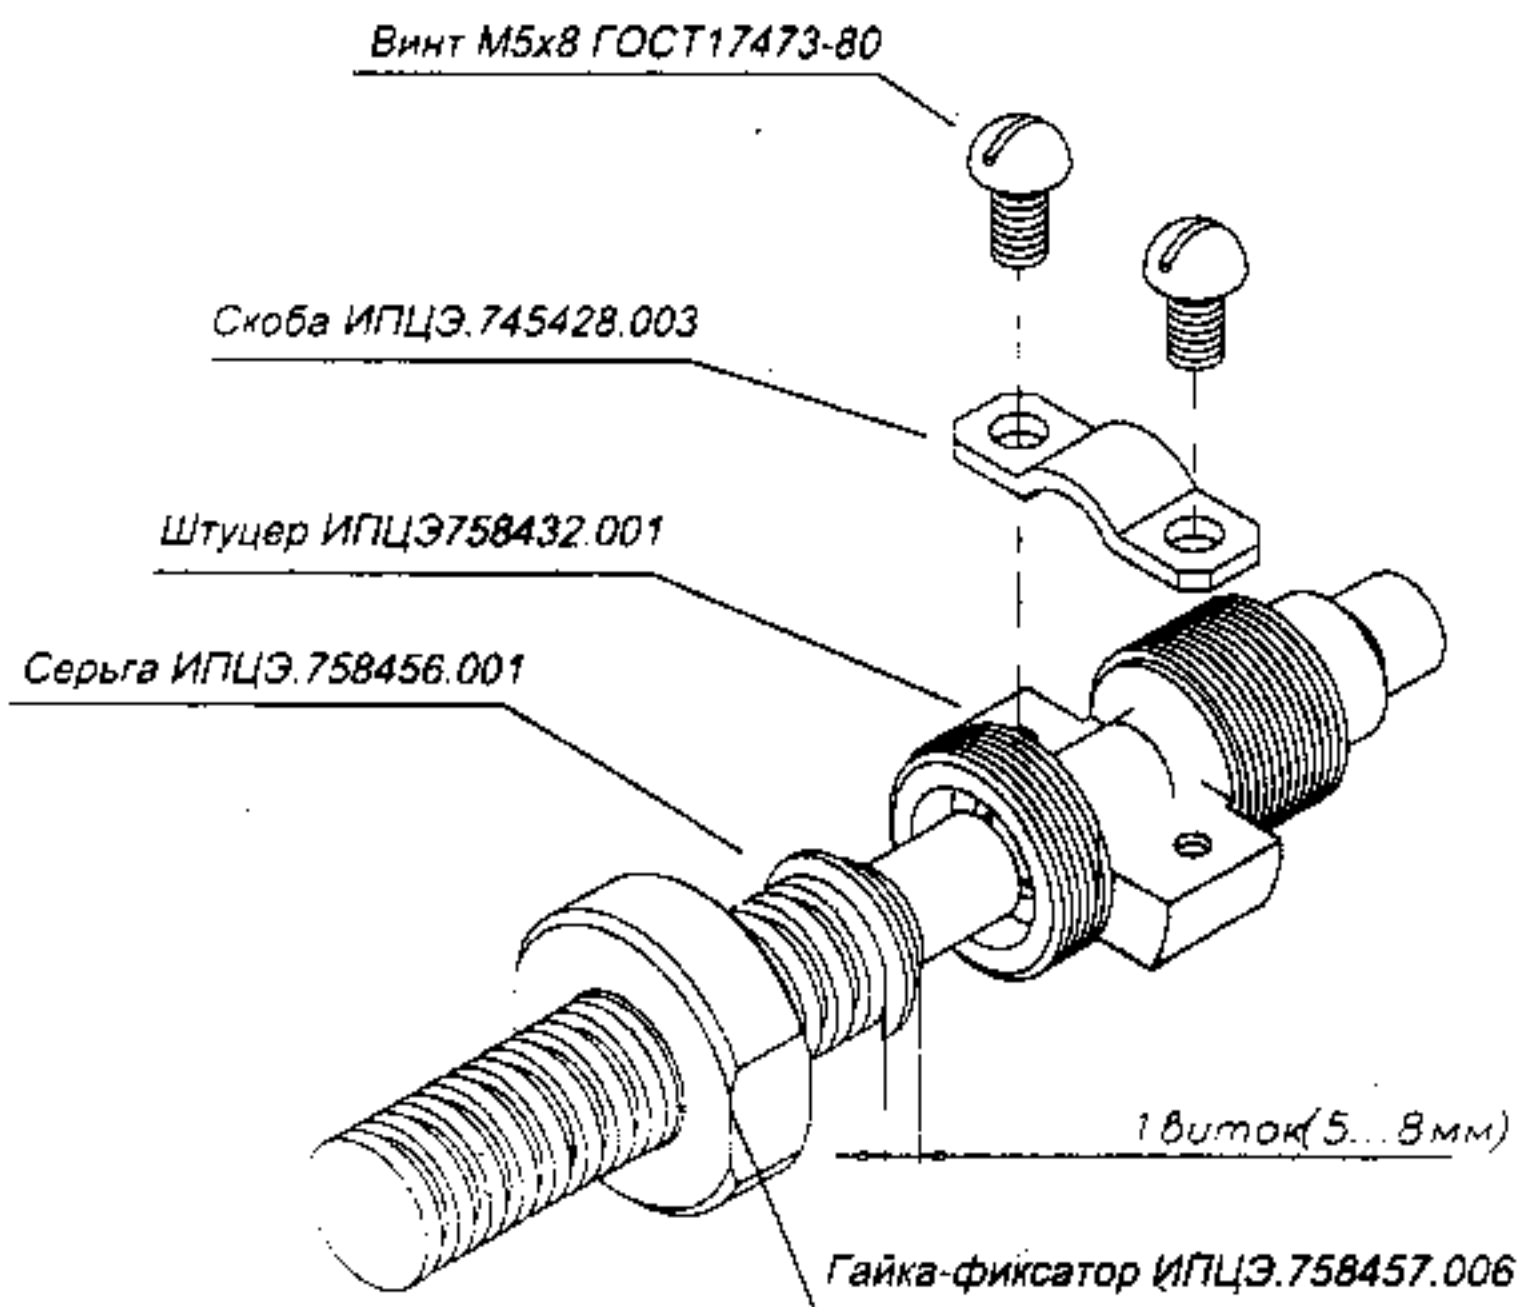

Рис. 10 Монтаж кабеля КВВГ 4х1,5
2.7.9 Скобой зафиксировать кабель на хвостовике штуцера ИПЦЭ.758432.002, заправить металлорукав в штуцер, надеть серьгу и закрутить гайку фиксатор, как показано на рис.10.